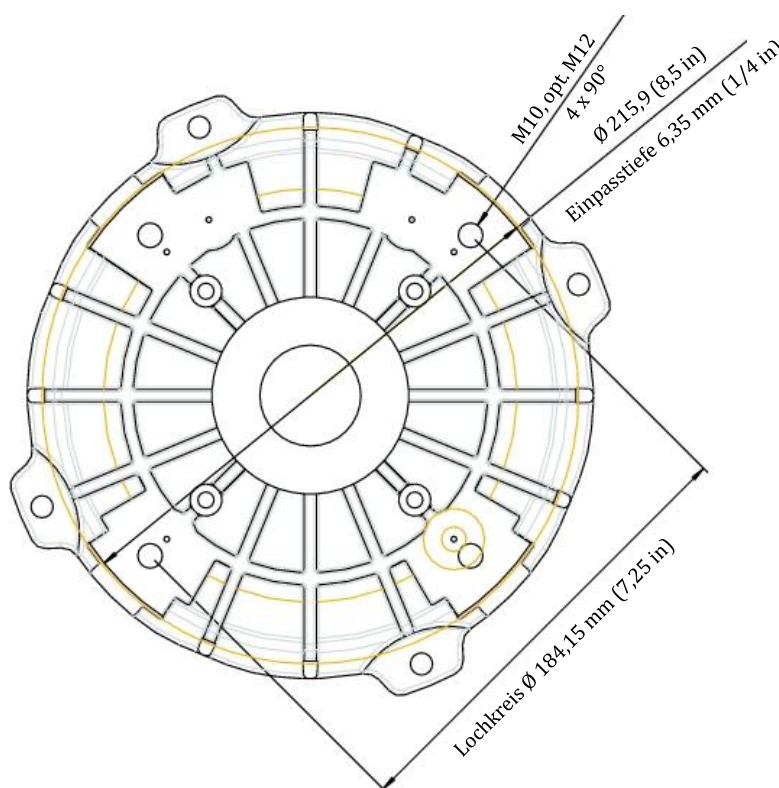

Abbildung 18: Flansch für USA- Standard und SAE- Anschlussglocken
- Verschließen Sie alle M10-Gewindebohrungen (☐ siehe Abbildung 18), die nicht für die Montage benötigt werden, mit einer Abdichtschraube.